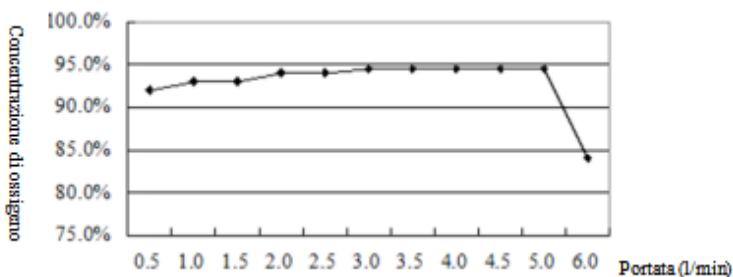

Figura 2
- 9) Rumorosità di funzionamento: ≤ 55 dB (A), con una portata di 5 L/min
- 10) Con una pressione di uscita nominale di 0, il diagramma funzionale per la concentrazione di ossigeno e il flusso è mostrato come in Figura 2: